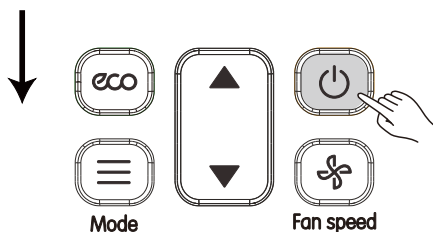

Abb. 4.2
② Drücken Sie  und , um die Timerwerte einzustellen; nach der
③ Einstellung drücken Sie  oder warten Sie 5 Sek., um die Parametereinstellungen zu speichern. Der Bedienablauf der Taste ist wie in Abb. 4.2 dargestellt.